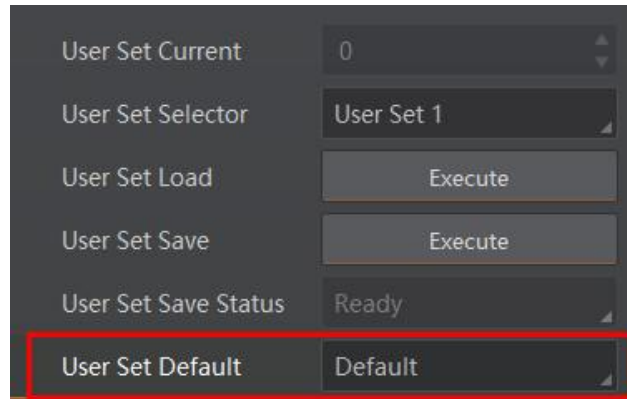

图10-42 设置默认启动
- 设置默认启动参数：通过 *User Set Default* 参数下拉选择相机上电时默认启动的参数，如 图10-42 所示。